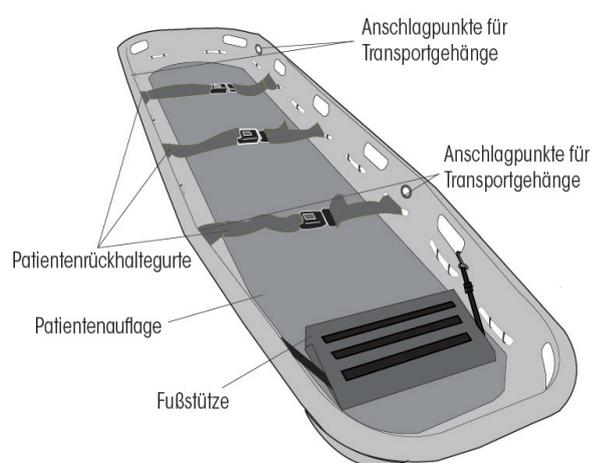

Bild 1: Teile der Korbtrage und Anschlagpunkte
**Fußstütze:** Die mitgelieferte Fußstütze fixieren Sie bitte mit den Klemmhaken in den Aussparungen des Basisteils (Bild 1). Die Fußstütze für SAN-0087-1-M fixieren Sie mit den Karabinern an den Sprossen des Metallrahmens.
**Patientenrückhaltegurte:** Alle Korbtragen enthalten im Lieferumfang 3 Patientenrückhaltegurte (SAN-0087-2-XXL enthält 4 Stk.). Patientenrückhaltegurte für die Modelle *SAN-0087-1*, *SAN-0087-2* und *SAN-0087-2-XXL* werden an dem umlaufenden Seil befestigt (Bild. 1, 2a / 2b). Bei dem Modell *SAN-0087-1-M* werden für diesen Zweck die Metallspinnen im umlaufenden Metallrahmen verwendet.
**Transportgehänge:** Zur Befestigung vom Transportgehänge (Modelle SAN-0087-1, SAN-0087-2 und SAN-0087-2-XXL) sind Metallösen (4 Stk. - Modell SAN-0087-1 und SAN-0087-2; 6 Stk. in SAN-0087-2-XXL) im Basisteil der Korbtrage vorgesehen (Bild 1). Bei SAN-0087-1-M wird Transportgehänge am Metallrahmen befestigt.
2. Fixieren Sie die Gurte der Fußstütze mit den Klemmhaken an der Aussparung der Korbtrage (Bild 1). Die Gurte der Fußstütze für SAN-0087-1-M fixieren Sie mit den Karabinern an den Sprossen des Metallrahmens..